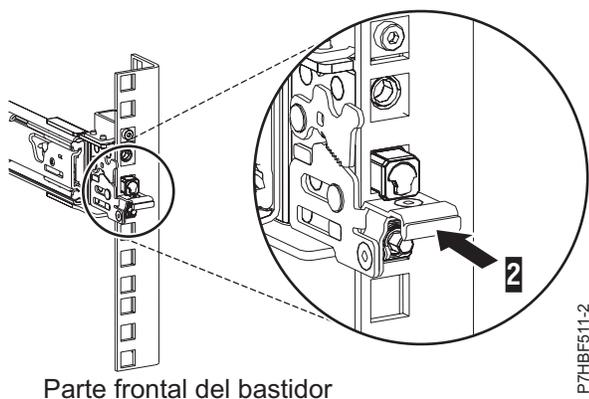

Figura 7. Riel frontal del bastidor con el mecanismo de cierre encajado
- Empuje el mecanismo de cierre frontal (2) totalmente hacia adentro. Asegúrese de que el mecanismo de cierre esté completamente encajado, tal como se muestra en la Figura 7.